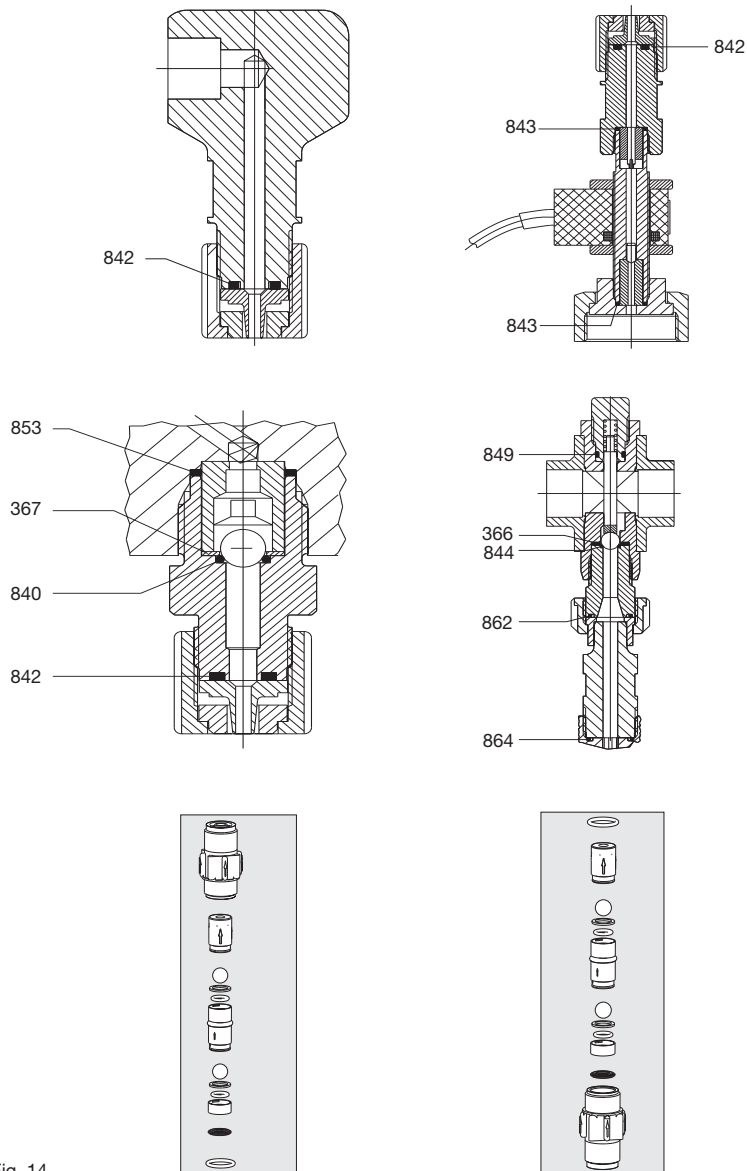

Fig. 14
- le ressort de pression de la canne d'injection (voir fig. 14)
Le ressort de pression de la canne d'injection peut être facilement sorti après avoir dévissé son centrage (voir la fig. 14) lorsque l'installation Bello Zon® et la conduite de dérivation sont hors pression.